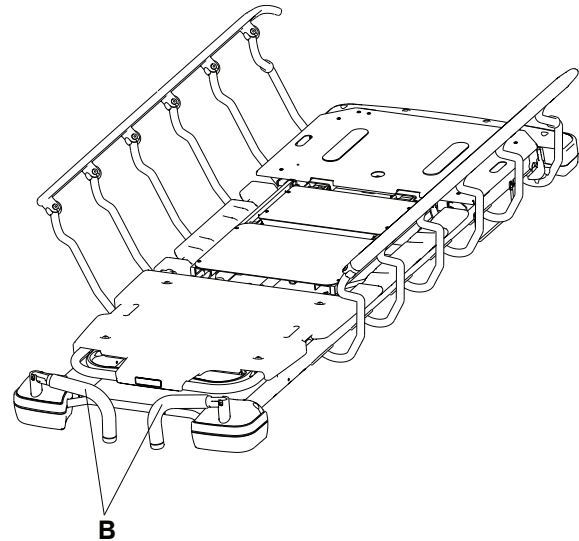

Figure 12 – Rangement des poignées de poussée du côté tête
- Inverser les étapes pour ranger les poignées de poussée du côté tête (B) (Figure 12).